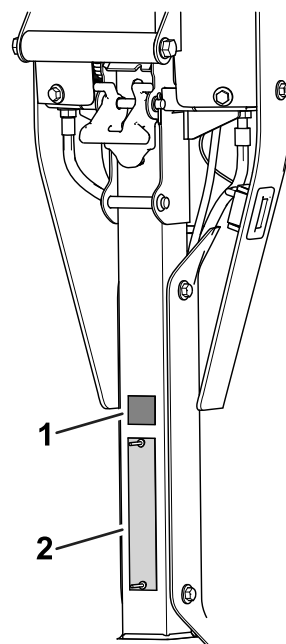

図 10
- シリアルプレートの上に CE/UKCA デカルを貼りつける 図 10。